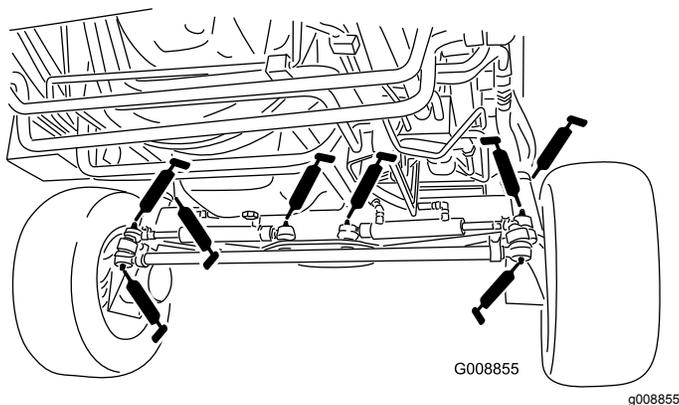

Figure 78
- 4 rotules de vérin de direction (Figure 78)
- 2 rotules de biellettes (Figure 78)
- 2 bagues de pivots de fusées (Figure 78)